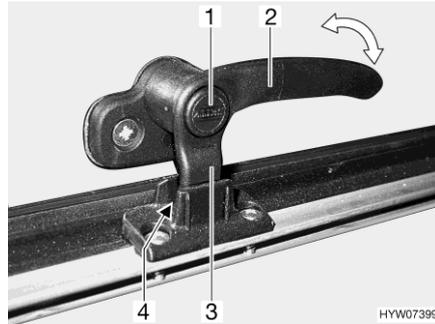
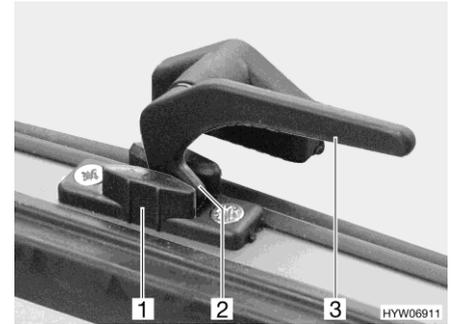

Fig. 90 Leva di serraggio con bottone di sicurezza in posizione "Aerazione continua"
Fig. 91 Leva di serraggio in posizione "Aerazione continua"
- In posizione di "Aerazione continua" (Fig. 90 e Fig. 91)
- Se presente, premere e tenere premuto il bottone di sicurezza (Fig. 90,1).
- Ruotare la leva di serraggio (Fig. 90,2 o Fig. 91,3) di un quarto di giro verso il centro della finestra.
- Girare nuovamente all'indietro la leva di serraggio. Riportare contemporaneamente il nasello di chiusura (Fig. 90,3 o Fig. 91,2) della leva di serraggio nella rientranza della chiusura della finestra (Fig. 90,4 o Fig. 91,1).
- Se presente, rilasciare il bottone di sicurezza (Fig. 90,1).